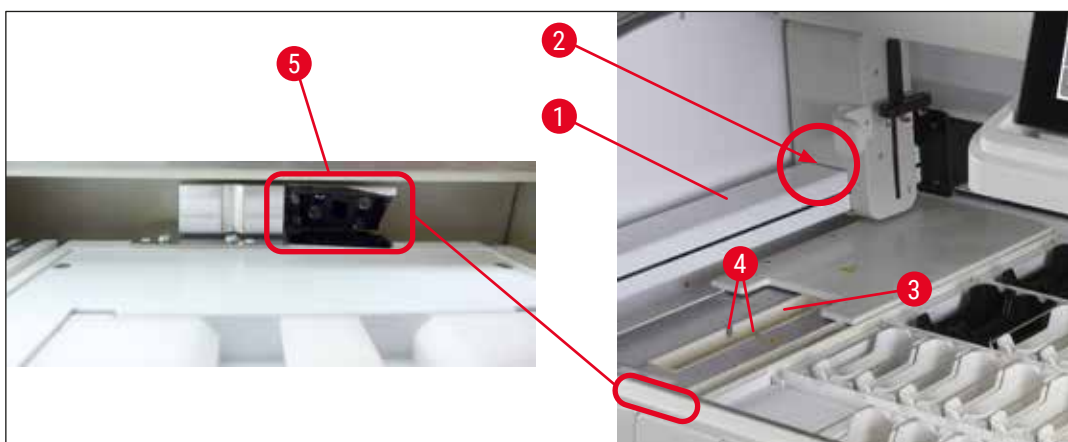

Fig. 95
- Când utilizați cititorul de coduri de bare opțional, abraziunea de pe stativele de lame se poate acumula în și în jurul conturului de lame (→ "Fig. 95"). Prin urmare, aceste zone trebuie verificate cu atenție de către utilizator în timpul configurării zilnice a instrumentului și, dacă este necesar, curățate cu un aspirator. Nu se recomandă curățarea cu cârpă pentru a evita răspândirea particulelor în alte zone critice ale instrumentului.